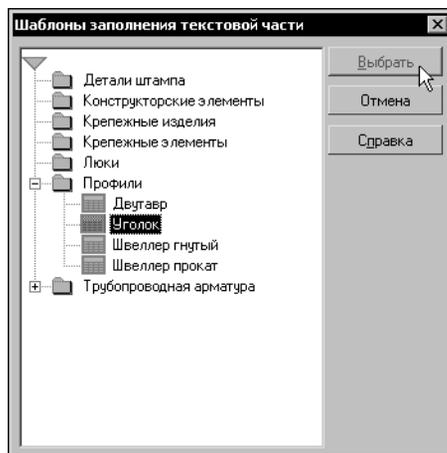

Рис. 12.9. Выбор шаблона заполнения Уголок
4. В появившемся диалоге раскройте раздел **Профили** и выделите строку **Уголок** (рис. 12.9). Нажмите кнопку **Выбрать**.